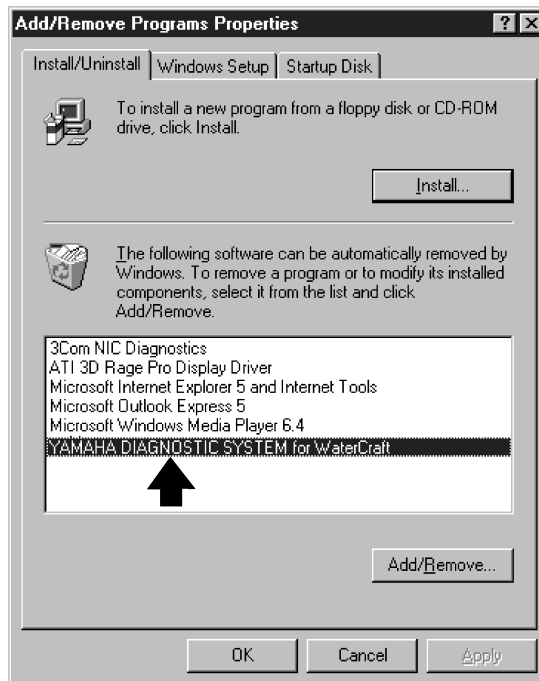

Fig. 67
4. Select **YAMAHA DIAGNOSTIC SYSTEM for WaterCraft** and click the **Add/Remove** button. (Fig. 67)
4. Sélectionner **YAMAHA DIAGNOSTIC SYSTEM for Water-Craft** et cliquer sur le bouton **Add/Remove** (Fig. 67).
4. Wählen Sie **YAMAHA DIAGNOSTIC SYSTEM for Water-Craft** und klicken Sie auf **Add/Remove**. (Abb. 67)
4. Seleccione **YAMAHA DIAGNOSTIC SYSTEM for Water-Craft** y haga clic en el botón **Add/Remove**. (Fig. 67)